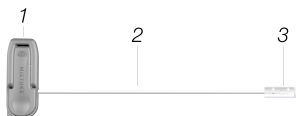
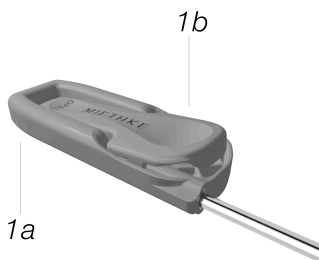

Fig. 1: Tunneller består af et håndtag (1), en tunneleringsstang (2) med transportbeskyttelse (3)
Fig. 2: Håndtag bestående af nedsænket greb (1a) og lukkeanordning (1b)
Tunneller består af to komponenter (fig. 1): Et håndtag (1) og en tunneleringsstang (2), hvis tilgængelige ende er forsynet med en transportbeskyttelse (3). Håndtaget (fig. 2) består af plast og har et nedsænket greb (1a) og en lukkeanordning (1b).
Tunneller produceret af Christoph Miethke GmbH & Co. KG. konfigureres på langs ved levering og med spids ende. Den spidse ende er forsynet med en transportbeskyttelse (fig. 1, pos. 3), som skal fjernes lige inden brug. Brugeren kan på baggrund af den individuelle, anatomiske patientsituation og den foretrukne tunneleringsteknik konfigurere Tunneller inden for rammerne af de ovennævnte muligheder.